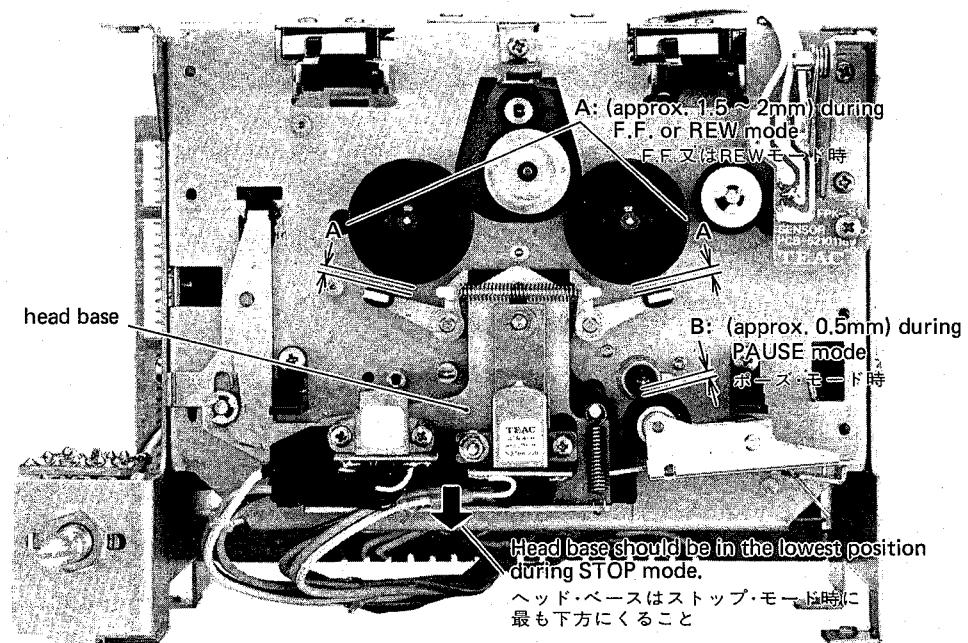

Fig. 4-2
- A clearance between brake drum and brake pad ("A" in fig. 4-2) of approx. 1.5 to 2 mm.
- Set the deck to PAUSE mode and observe the clearance between the pinch roller and capstan shaft ("B" in fig. 4-2). It should be approx. 0.5 mm.
- ブレーキ・ドラムとブレーキ・パッドのすき間(図4-2のA)が約1.5mm~2mmであること。
- ポーズ・モードの時にピンチ・ローラとキャブスタン・シャフトの間隔(図4-2のB)が約0.5mmであるか確認する。